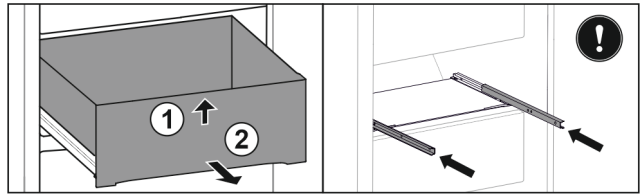

Fig. 116
- ▶ Приподнимите выдвижной ящик спереди. Fig. 116 (1)
- ▶ Извлеките выдвижной ящик движением вперед. Fig. 116 (2)